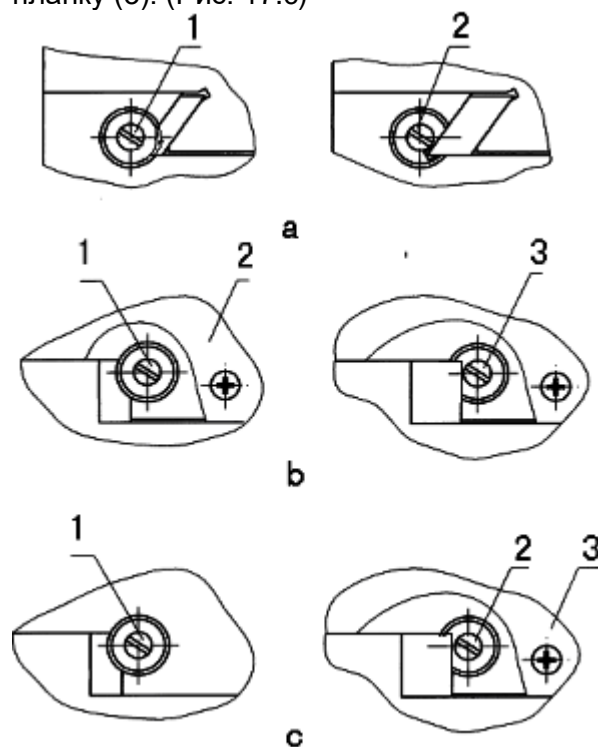

Рис. 17
отрегулируйте винт (2) большого конца клина в правильное положение, чтобы ощущалось небольшое сопротивление при перемещении стола, затяните винт (1) должным образом. (Рис. 17.a).
Регулировка поперечного клина: снимите защитную планку (2), ослабьте винт (1) на одном конце клина, отрегулируйте винт (3) на другом конце клина в правильное положение, чтобы ощущалось небольшое сопротивление при перемещении стола, установите защитную планку (2). (Рис. 17.b)
Снимите защитную планку (3), ослабьте винт (1) на меньшем конце клина, затем отрегулируйте винт (2) на большем конце клина в правильное положение, чтобы ощущалось небольшое сопротивление при перемещении стола, установите защитную планку (3). (Рис. 17.c)